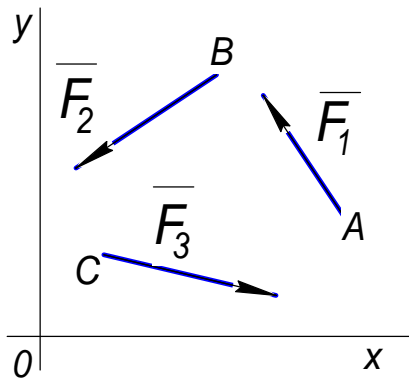

Рис.1.1
- 1.4. Какая сила имеет две отрицательные проекции (рис.1.1)?